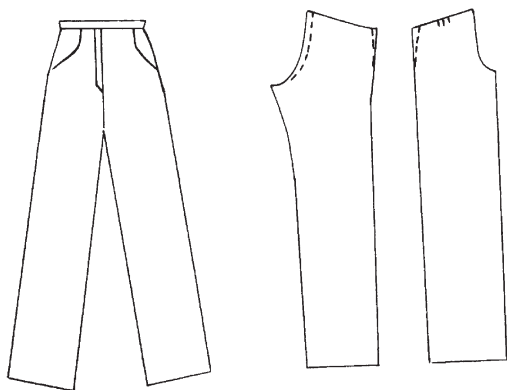

Рис. 50. Брюки широки в поясе
*Дефект 1:* брюки широки в поясе (рис. 50).